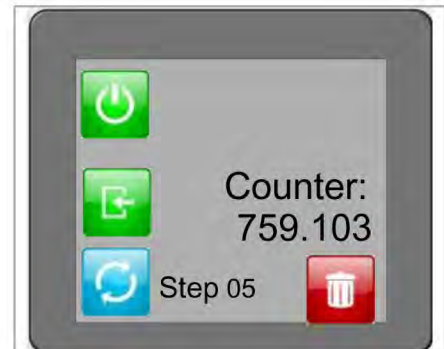

Abb. 7.5
- + Zweiter Hub (Abb. 7.5) zum Crimpen und Zurückfahren in die Endstellung.